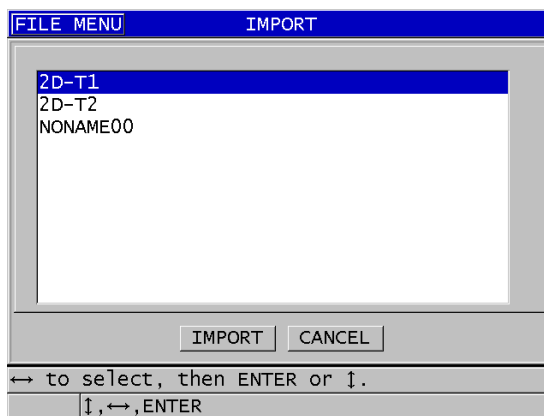

図 14-9 インポート画面の例
6. インポート画面で、以下の操作を行います (275 ページの図 14-9 参照)。